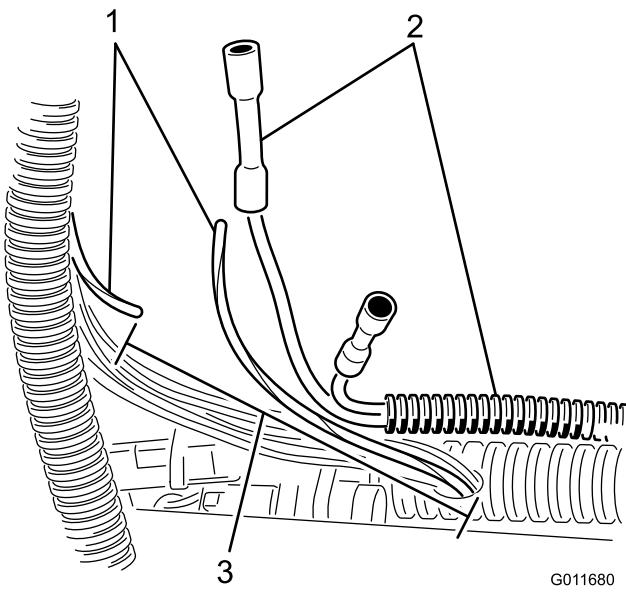

Figura 16
6. localize o fio castanho/branco e corte-o a 4 polegadas da união (Figura 16).